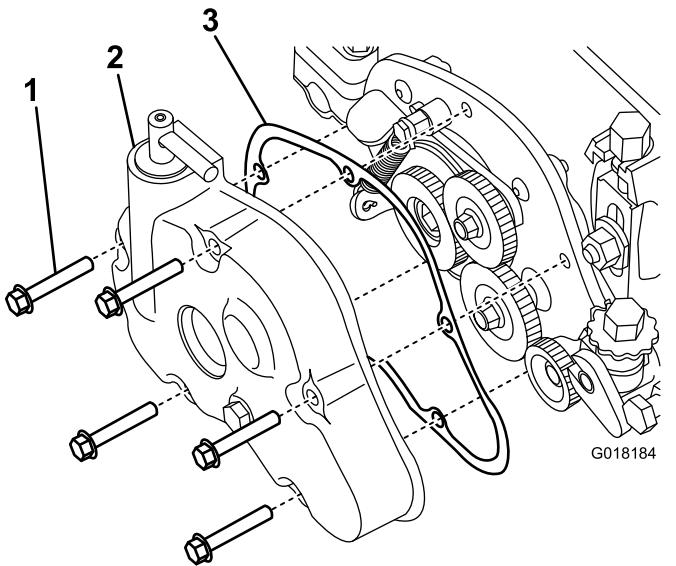

Bild 24
1. Nehmen Sie die Getriebeabdeckung vom Groomergehäuse ab und stellen Sie sicher, dass die Kupplung des Groomergetriebes eingekuppelt ist, um die Springkraft in der Abdeckung zu entfernen (Bild 24).